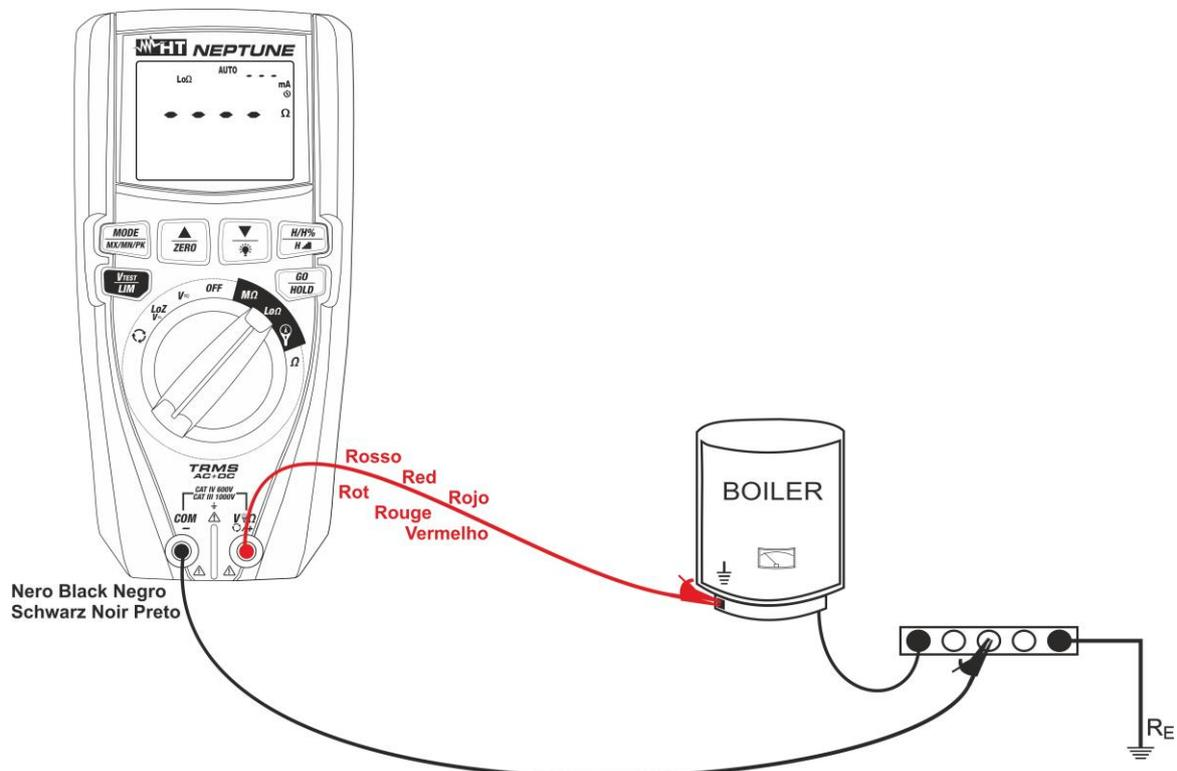

Fig. 25: Uso dello strumento per misura continuità in modo AUTO
7. Inserire il conduttore rosso nel terminale di ingresso **V $\Omega$ ☉/+** e il conduttore nero nel terminale di ingresso **COM/-** e collegare lo strumento all'impianto in esame (vedere Fig. 25)